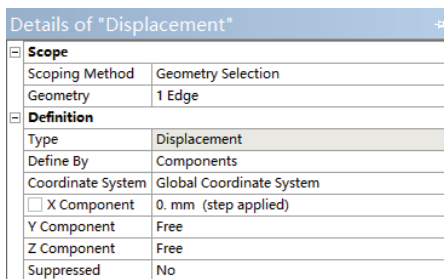

图 14-11 X 位移约束
3) 选中 Displacement, 选择 X 方向坐标为 0 的边缘, 单击 Details of “Displacement” 细节窗口中 Geometry 选项下的 Apply 按钮, 即可在选中边缘上施加位置约束。此时设置 X 向的位移为 0, 如图 14-11 所示。